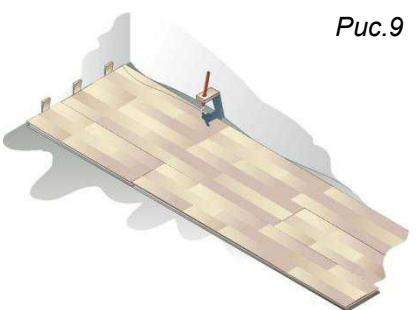

Рис.9
- уложите три ряда и выровняйте их. Затем, используя копир, проведите линию, повторяющую рельеф стены (Рис. 9);